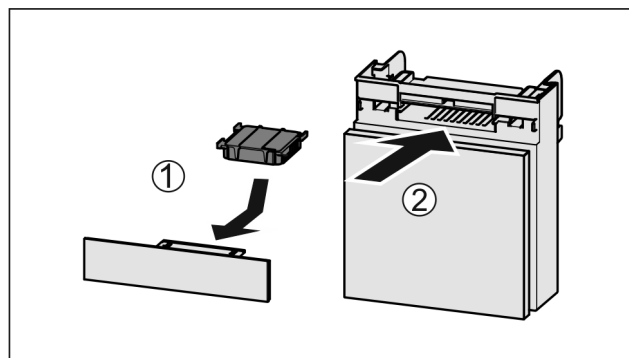

Fig. 141
- Установите фильтр с активированным углем, как показано на рисунке Fig. 141 (1).
- Вставьте отделение Fig. 141 (2).